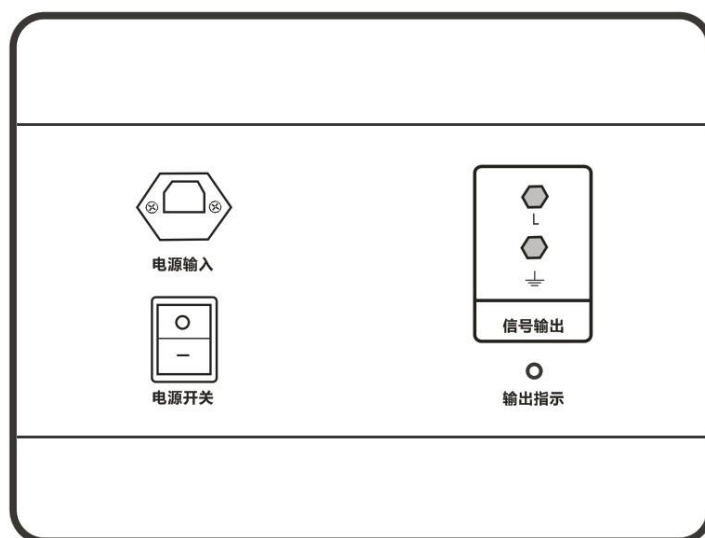

图 1 信号发生器面板图示意图
- ①信号发生器 ②信号接收器 ③A 钳（大钳）
④B 钳（小钳） ⑤信号输出线 ⑥电源线
2、信号发生器（见图 1）